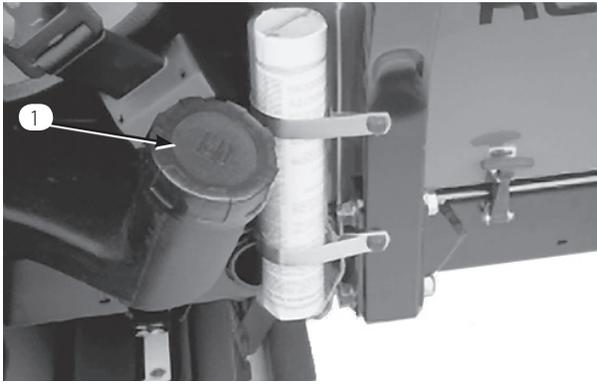

図 13
1. 燃料タンクのキャップ (図13) の周囲をきれいに拭く。